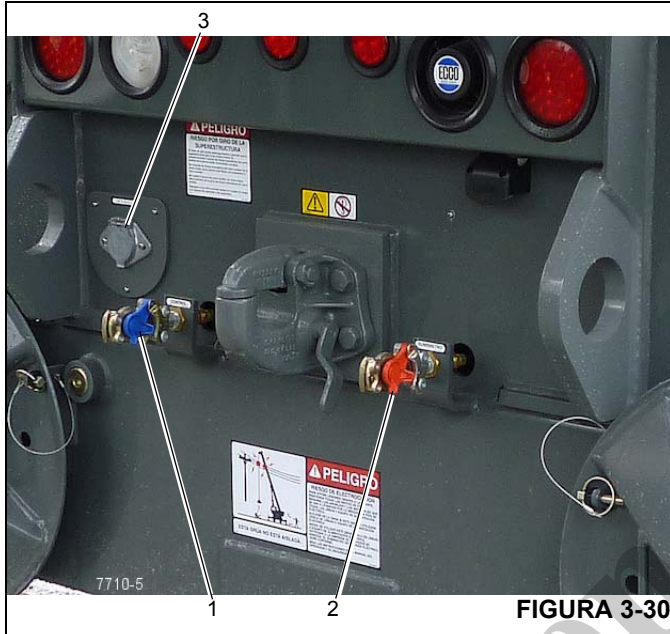

FIGURA 3-30
5. Conecte o conector de controle (azul) (1, Figura 3-30) à traseira do guindaste.
6. Conecte o conector do suprimento do freio (vermelho) (2) à traseira do guindaste.
7. Conecte o cabo elétrico (3) ao guindaste.